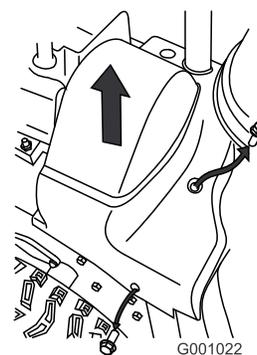

Figure 49
2. Soulevez le côté droit du couvercle de courroie (Figure 49).